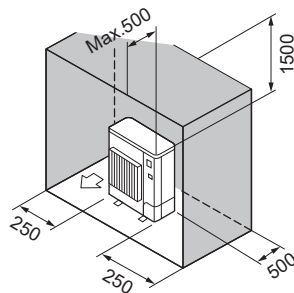

Fig. 2-12
- (6) Obstacles uniquement à l'arrière, sur les côtés et au-dessus (Fig. 2-12)